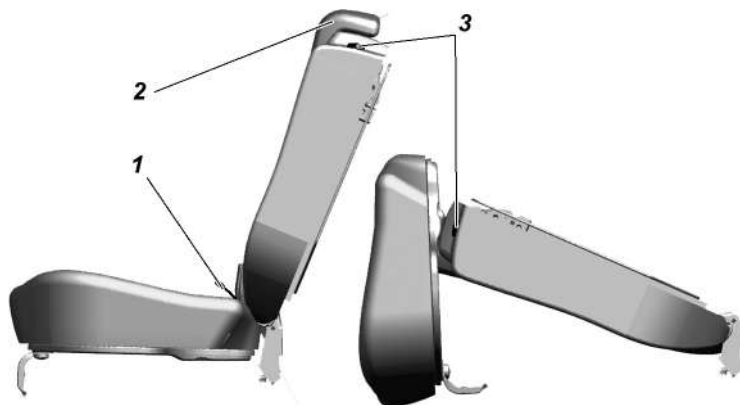

Рис. 3.48. Заднее трехместное сиденье:
Заднее трехместное сиденье (рис. 3.48) состоит из одноместной и двухместной подушки и одноместной и двухместной спинки.
- потяните за петлю 1 (рис. 3.48) (предварительно надавив на подушку, только для УАЗ ПИКАП), установите подушку в вертикальное положение;
- потяните за рычаг 3 по направлению движения автомобиля, освободив спинку, уложите ее, как показано на схеме, рис. 3.48;